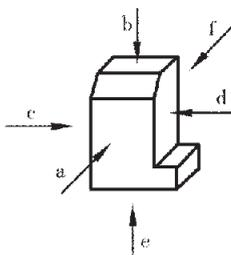

图 1
1.1.1 表示一个物体可有六个基本投影方向，见图 1。相应地有六个基本的投影平面分别垂直于六个基本投影方向。物体在基本投影面上的投影称为基本视图。